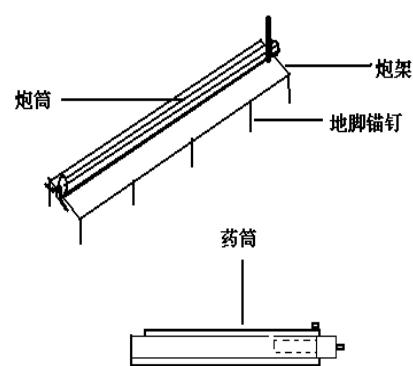

图3 定向爆破震源
3、定向爆破法：（见图 3）这种装置类似于迫击炮筒，将它固定在地面，炸药在炮筒内爆炸后炮身的后座力使炮架与地面产生强大的剪切力，使地面产生剪切波。这种震源对炮筒内药室的形状有一定的要求，以使爆炸力有较好的集中性与指向性。激振力的大小可由装药量控制，这种震源使用起来也比较麻烦，还存在一定的安全性，所以一般只在深孔波速测试时才使用。